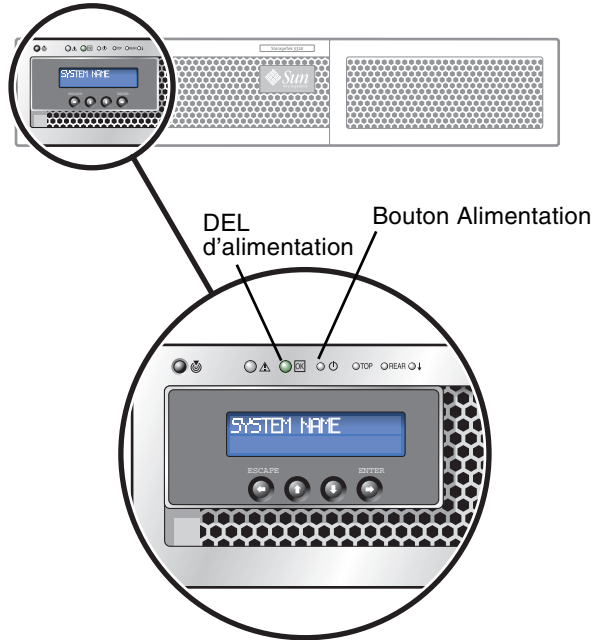

FIGURE 5-43 Bouton d'alimentation et autres composants du tableau de bord
4. En utilisant la pointe d'un stylo ou un outil similaire, appuyez sur le bouton Alimentation (FIGURE 5-43).